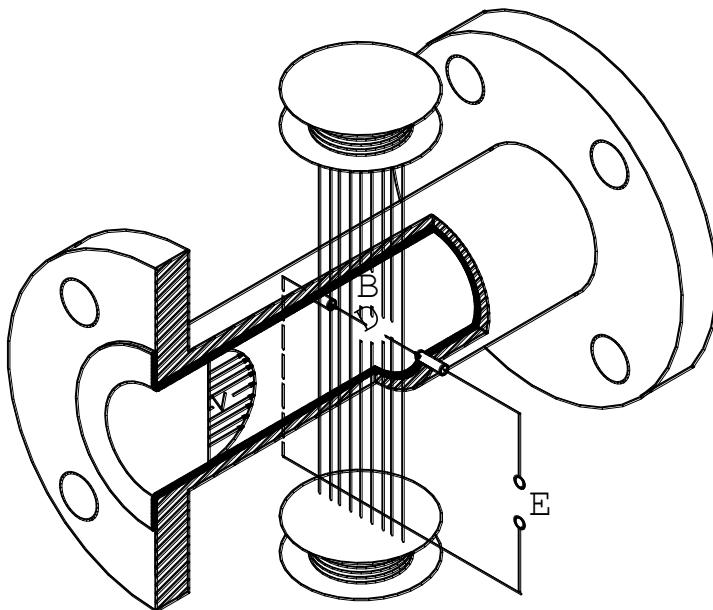

Рис.4.1
4.1.1 Принцип действия расходомера основан на явлении электромагнитной индукции (см. рис. 4.1).
4.2.3 ППР представляет собой отрезок трубопровода из немагнитного материала (см. рис.4.1), внутренняя поверхность которого футерована диэлектриком (фторопластом). В диаметрально противоположных стенах трубопровода установлены два электрода, контактирующие с измеряемой средой и предназначенные для съёма ЭДС индукции ( $E$ ). Благодаря такой конструкции ППР расходомер вносит минимальное гидравлическое сопротивление в поток жидкости. Магнитная система ППР состоит из двух согласно включённых катушек возбуждения и магнитопровода. ЭДС индукции усиливается в блоке аналоговой обработки ППМ, преобра-